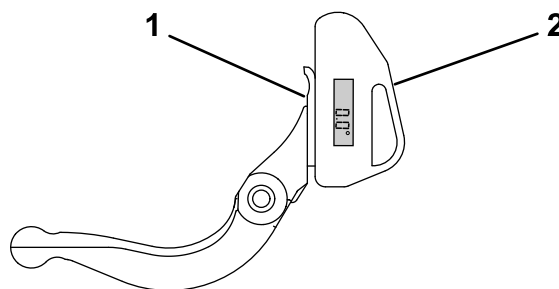

Figura 21
1. Coloque o indicador de ângulo no lado inferior da lâmina de corte, como se ilustra na Figura 21.